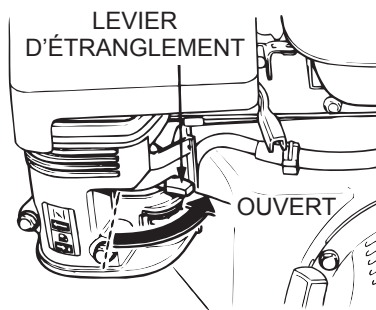

Figure 12. Levier d'étranglement du moteur (Ouvert)
7. Si le levier d'étranglement est déplacé à la position « FERMÉE » pour démarrer le moteur, le déplacer graduellement vers la position OUVERTE (Figure 12) à mesure que le moteur se réchauffe. Si le moteur n'a pas démarré, répéter les étapes de 1 à 6.